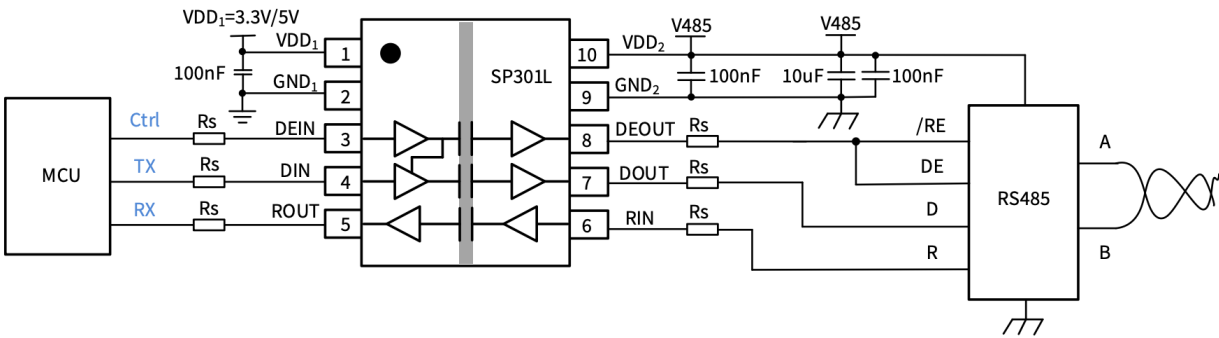

图7：SP301L无需反相电路应用方案
2.MCU控制485的使能逻辑为高电平使能，推荐应用原理图如图7所示：